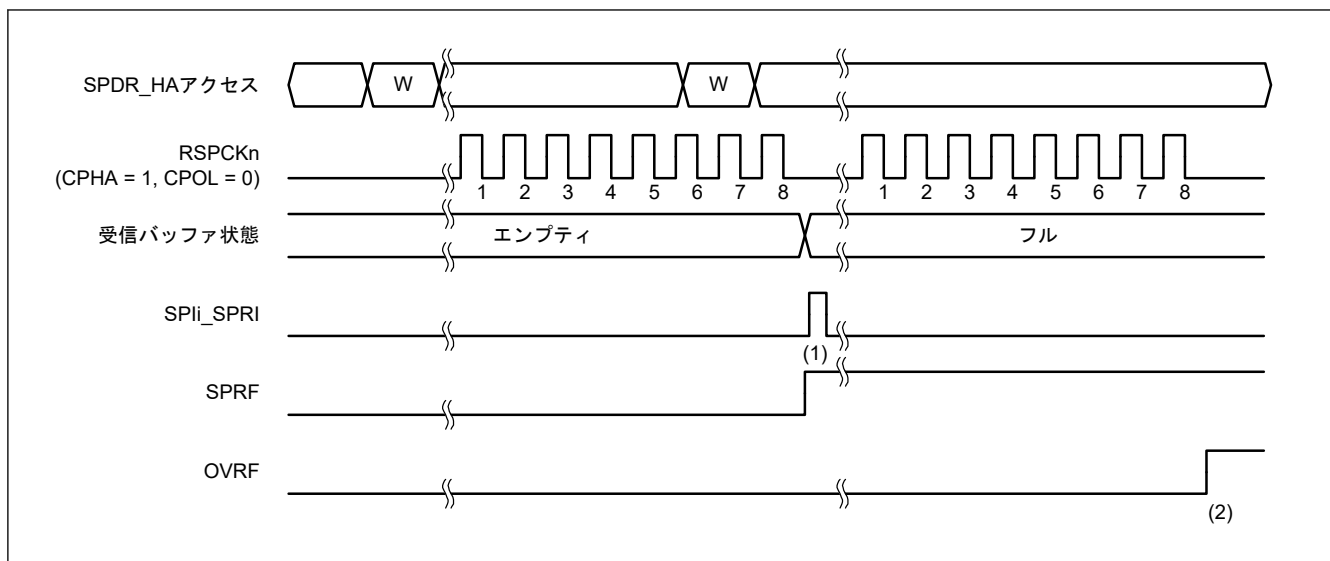
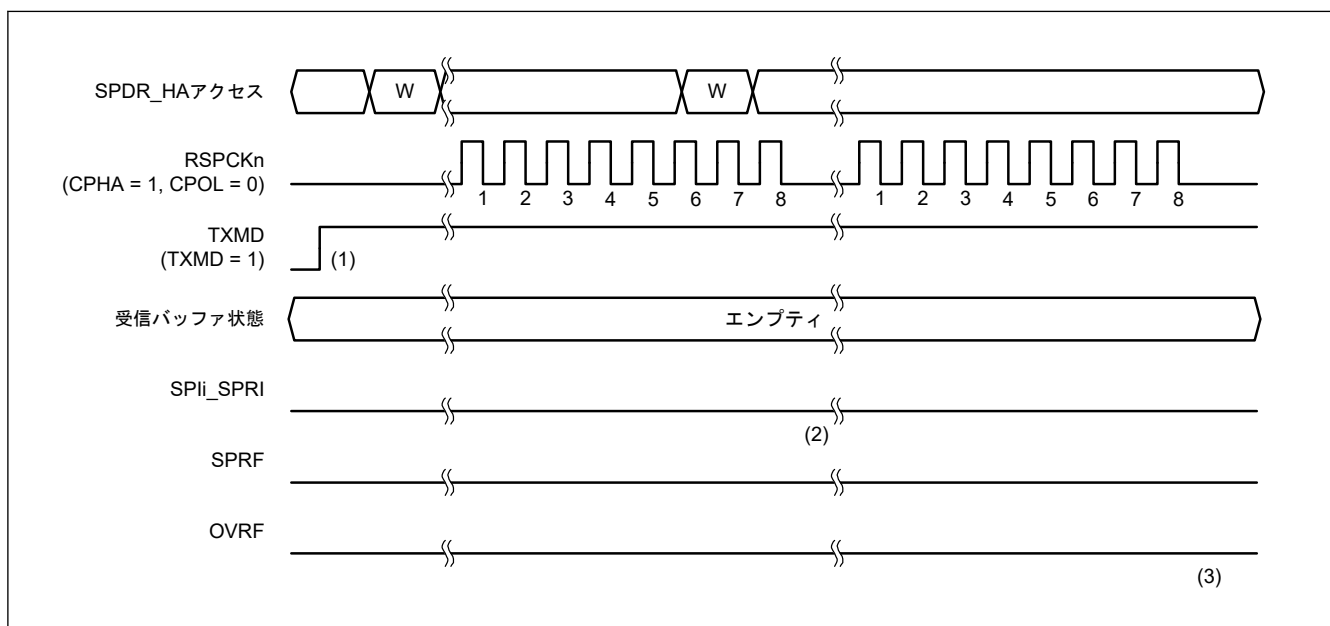
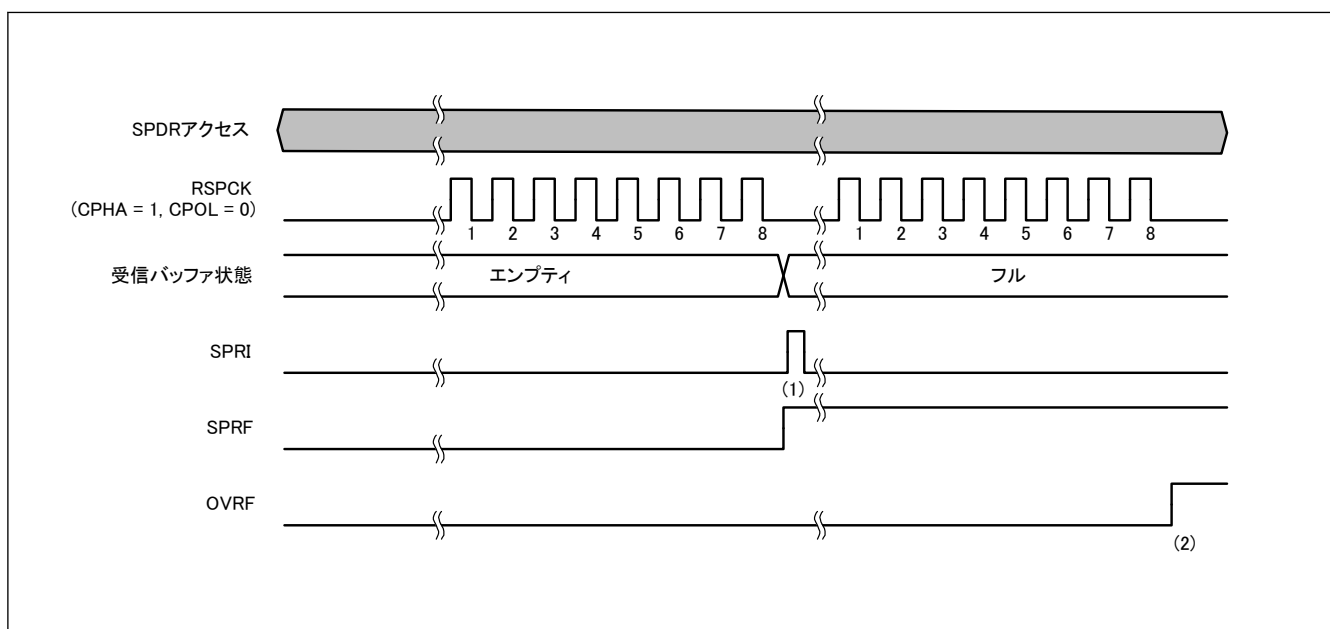

図 32.26 SPCR3.ETXMD = 0 かつ SPCR.TXMD = 0 の動作例
図 32.27 SPCR3.ETXMD = 0 および SPCR.TXMD = 1 の動作例
図 32.28 MSTR = 0 かつ ETXMD = 1 の場合の動作例
通信動作モード選択ビット (SPCR.TXMD) の設定により、全二重同期式シリアル通信または送信のみの動作が選択できます (拡張通信モード選択ビット (SPCR3.ETXMD) が 0 の場合)。SPCR3.ETXMD ビットが 1 の場合、スレーブモード (SPCR.MSTR = 0) で SPI の動作は受信のみです。これは SPCR.TXMD ビットが SPI の動作に影響を及ぼさないためです。図 32.26、図 32.27、および図 32.28 に記載した SPDR アクセスは、SPDR レジスタへのアクセス状況を示しています。W は書き込みサイクルを示しています。
図 32.26 に、SPI コントロールレジスタ 3 (SPCR3) の拡張通信モード選択ビット (ETXMD) を 0、通信動作モード選択ビット (SPCR.TXMD) を 0 にした場合の動作例を示します。この例では、SPDCR.SPFC[1:0] ビットが 00b、SPCMDm.CPHA ビットが 1、SPCMDm.CPOL ビットが 0 の設定で、SPI が 8 ビットのシリアル転送を実行しています。RSPCKn 波形の下に記載した数字は RSPCK サイクル数 (= 転送ビット数) を示しています。
以下に、図 32.26 の (1)、(2) に示したタイミングでのフラグ動作を説明します。
図 32.27 に、拡張通信モード選択ビット (**SPCR3.ETXMD**) を 0 にした場合および通信動作モード選択ビット (**SPCR.TXMD**) を 1 にした場合の動作例を示します。この例では、**SPDCR.SPFC[1:0]** ビットが 00b、**SPCMDm.CPHA** ビットが 1、**SPCMDm.CPOL** ビットが 0 の設定で、**SPI** が 8 ビットのシリアル転送を実行しています。**RSPCKn** 波形の下に記載した数字は **RSPCK** サイクル数 (= 転送ビット数) を示しています。
以下に、図 32.27 の (1)～(3) に示したタイミングでのフラグの動作内容を説明します。
SPI コントロールレジスタ (SPCR) の SPI マスタ/スレーブモード選択ビット (MSTR) を 0 に設定し、SPI コントロールレジスタ 3 (SPCR3) の拡張通信モード選択ビット (ETXMD) を 1 に設定した場合の動作例を図 32.28 に示します。SPI データコントロールレジスタ (SPDCR) の SPFC[1:0] ビット = 00b、SPI コマンドレジスタ (SPCMD) の CPHA ビット = 1、SPCMD の CPOL ビット = 0 の設定で、SPI が 8 ビットデータシリアル転送をする例を図 32.28 に示します。RSPCK 波形の下番号は、RSPCK 周期の番号 (転送ビットの番号) を示します。